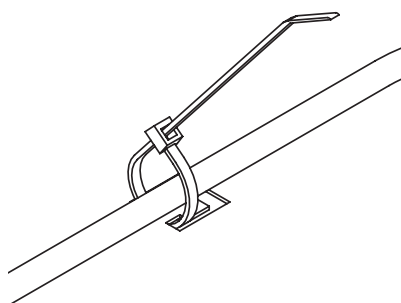

Fig. 93 Fixer les câbles au moyen d'un serre-câbles comme décharge de traction
► Fixer tous les câbles sur l'attache perforée au moyen de serre-câbles pour la décharge de traction – Fig. 93.